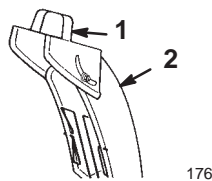

Figure 16
- **Poignée du déflecteur** (Fig. 16)—Déplacez la poignée du déflecteur vers l'avant pour rejeter la neige plus bas ou vers l'arrière pour la rejeter plus haut.